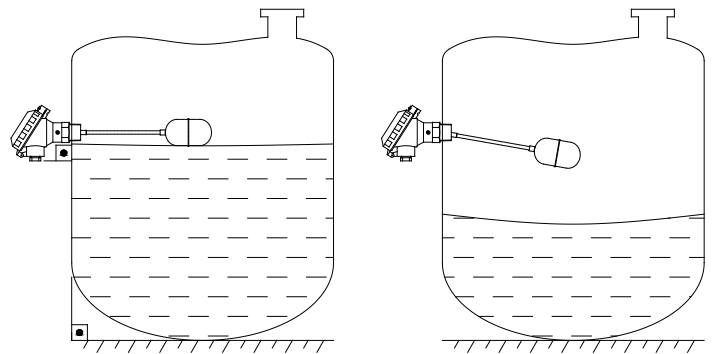

Fig. 6.1 – Posição correta para instalação
- Verifique o alinhamento: o prensa-cabo deve estar SEMPRE voltado para baixo (é uma referência para o funcionamento correto da chave) e perpendicular ao plano horizontal, conforme Fig.6.1.